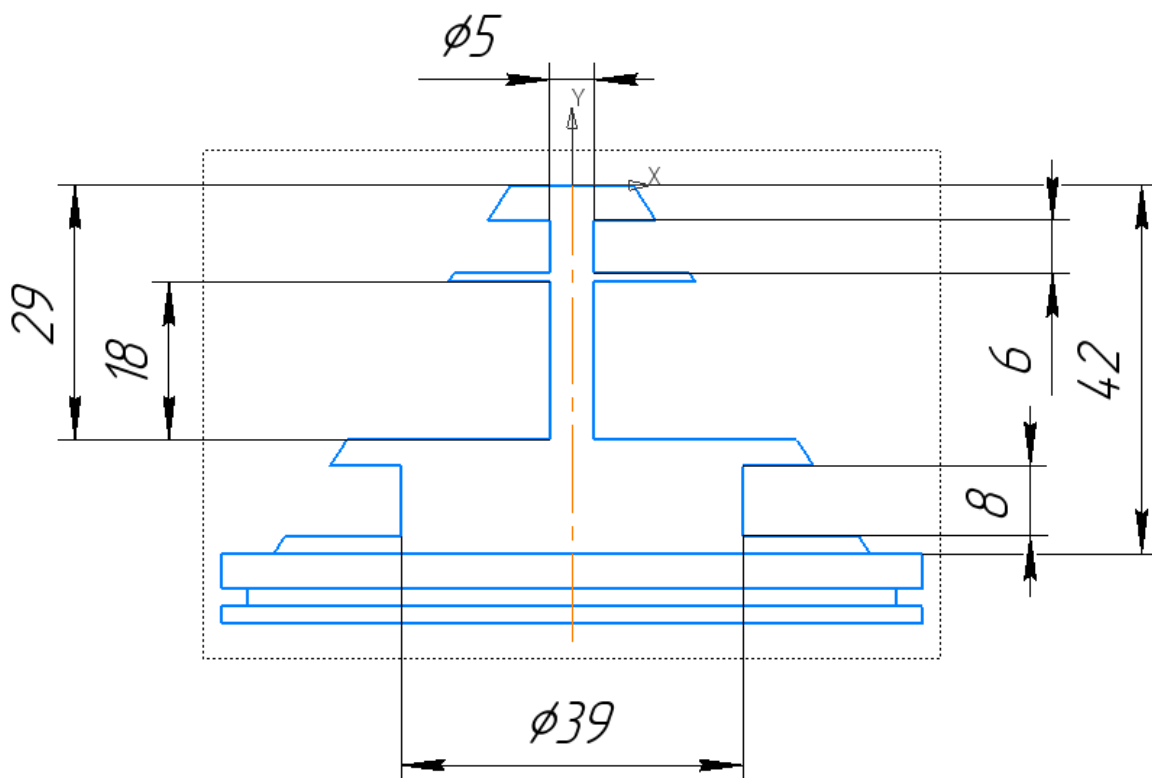

Рисунок 8 Вид детали спереди.
- 10) Применить инструмент «зеркальный массив» и отразить полученные операции на обратной стороне детали. Добавьте скругление на верхней части детали (рисунок 8, 9)